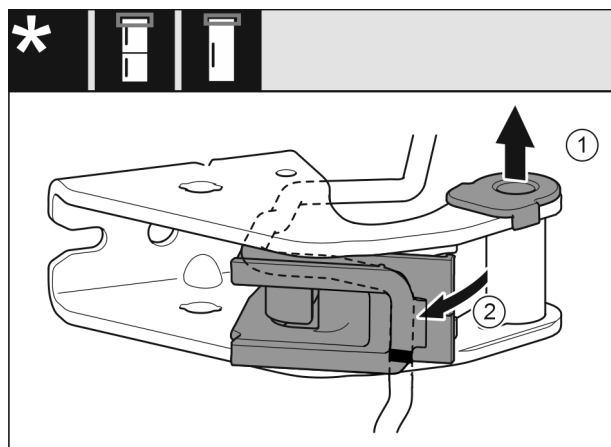

Fig. 14
- ▶ Træk lejevøsningen ud af føringen. Fig. 14 (1)
- ▶ Sving kabelholderen ud. Fig. 14 (2)